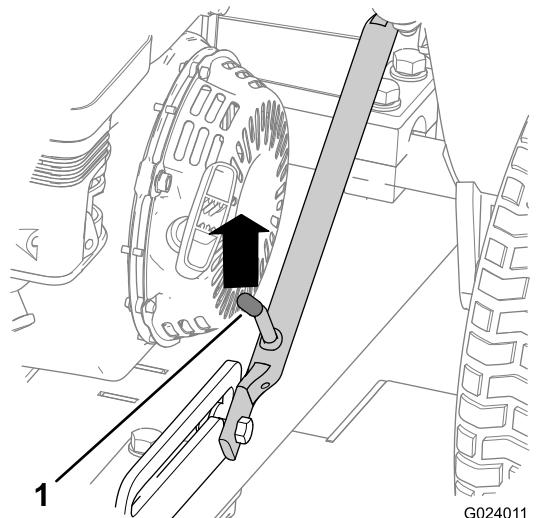
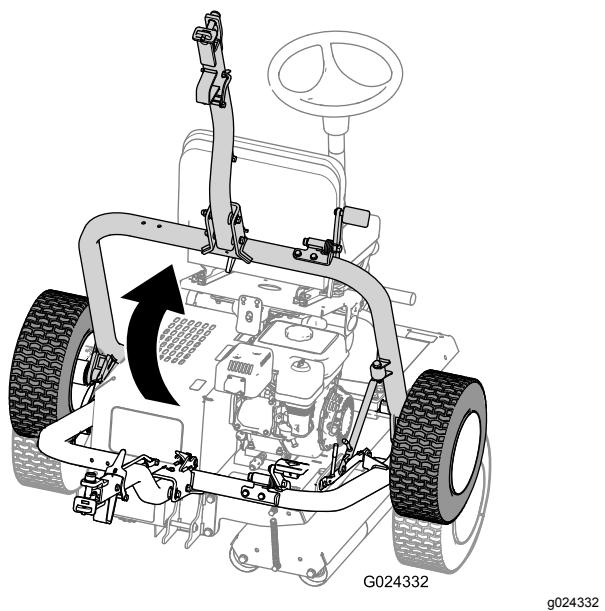

图24
图28
- A. 向上推动挂钩组件直至闩锁杆从滑块锁销中松开 图24。
D. 提起挂钩 (图28)、直到闩锁杆锁入滑块锁销 (图24)。